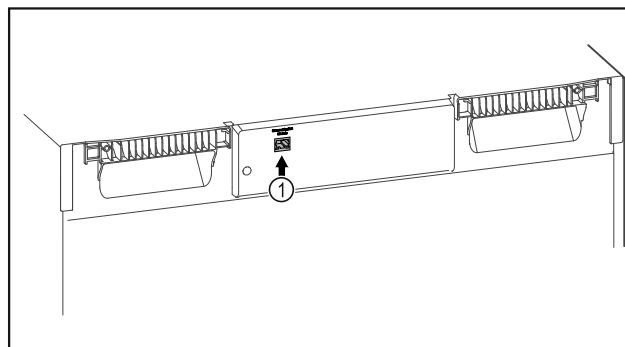

Fig. 99
- SmartModule Fig. 99 (1) ir ievietots.